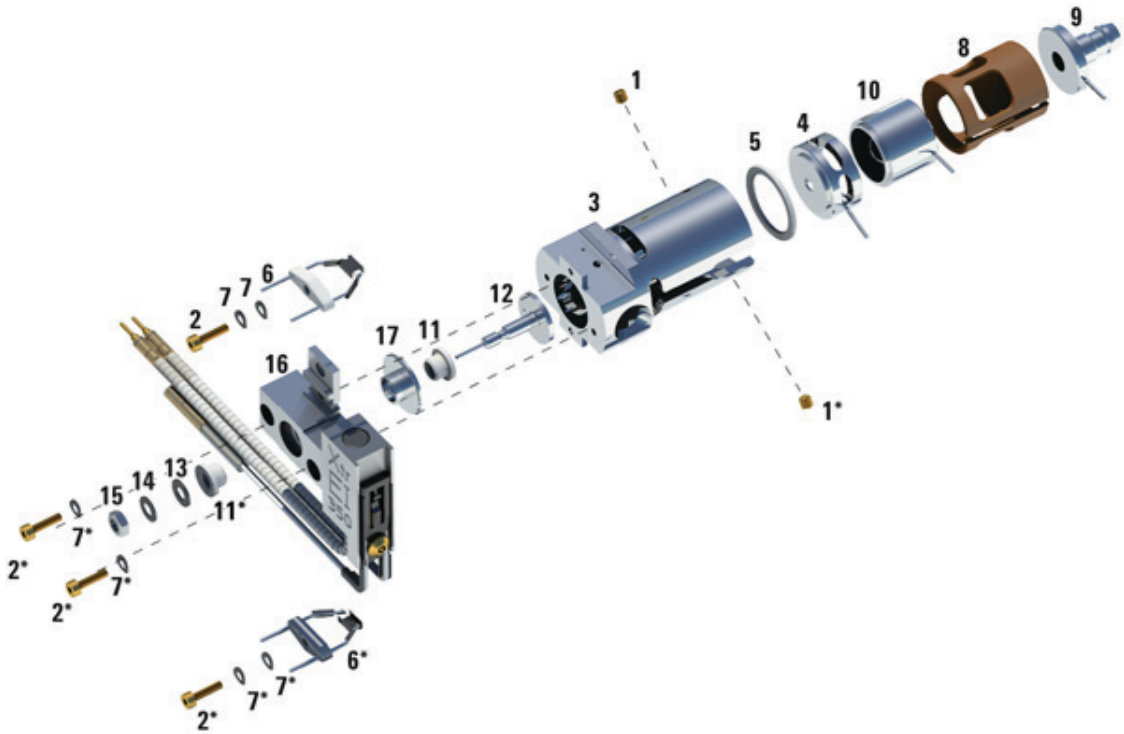

図 26 エクストラクタ EI イオン源を組み立てるには
- 2 エクストラクタレンズを、平らな側を先頭にイオン源本体に差し込みます (159 ページ図 26 を参照してください)。
- 3 エントランスレンズとイオンフォーカスレンズを図に示す順でインシュレータに差し込みます (159 ページ図 26)。
- 4 イオンフォーカスレンズとエントランスレンズを含むレンズインシュレータを、イオンフォーカスレンズがエクストラクタレンズの方を向くようにして、イオン源本体に差し込みます (159 ページ図 26 を参照してください)。
表 21 エクストラクタ EI イオン源の部品リスト (図 26)